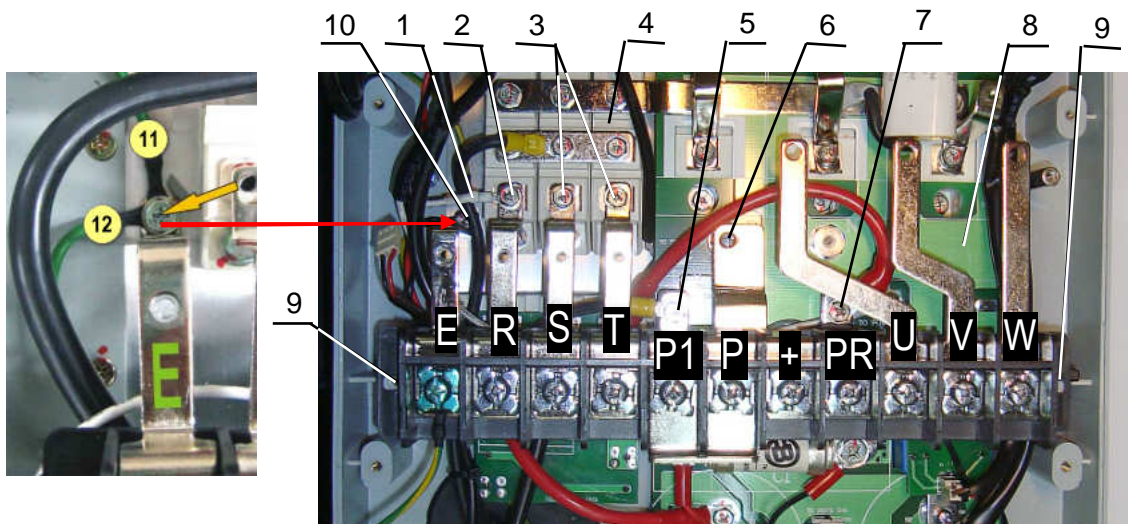

Рис. 7.20.
7.10.1. Взять клеммную колодку (табл.4.1, поз.16), установить колодку в корпус ПЧ, совместив крепежные отверстия с стойками средней части корпуса ПЧ (рис.7.20).
7.10.2. Вкрутить два винта 9 крепления клеммной колодки к стойкам корпуса (рис.7.20).
7.10.3. Взять провода заземления (табл.4.1, поз.23 и 24; рис.7.20, поз.12 и 11), прикрутить винтом 10 (M5x12) наконечники проводов заземления и шину E клеммной колодки к радиатору (рис.7.20).
7.10.4. Прикрутить наконечник красного провода «PR» винтом 7 (M5x12) к шине PR клеммной колодки (рис.7.20).
7.10.5. Прикрутить шину клеммной колодки P винтом 6 (M4x8) к втулке емкостной платы (рис.7.20).
7.10.6. Прикрутить наконечник короткого провода реактора винтом 5 (M5x12) к шине P1 клеммной колодки (рис.7.20).
7.10.7. Прикрутить шины S и T клеммной колодки двумя винтами 3 (M5x12) к диодно-тиристорному модулю 4 (рис.7.20).
7.10.8. Прикрутить наконечник провода предзаряда 1 и шину R клеммной колодки винтом 2 (M5x12) к диодно-тиристорному модулю (рис.7.20).